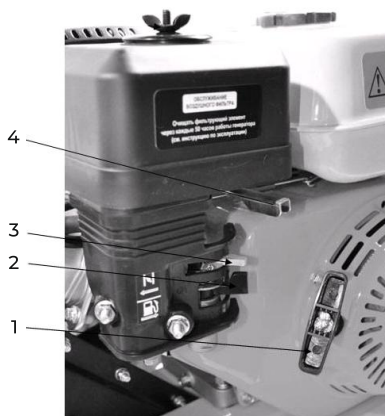

Рис. 8
- Установите рычаг привода дросселя (поз. 4, рис. 8) в положение «Заяц».
- Откройте топливный кран (поз. 2, рис. 8), переведите рычаг в положение «Открыто» (OPEN).
- Установите рычаг привода воздушной заслонки (поз. 3, рис. 8), в положение «ЗАКРЫТО» (CLOSE).
- Возьмите в руки пусковую рукоятку (поз. 1, рис. 8). Крепко удерживая ее в руках, плавно потяните шнур стартера, пока барабан стартера не войдет в зацепление с собачками храпового механизма. Только после этого сделайте плавный, резкий, но не длинный рывок. При этом шнур вытягивается примерно на 2/3 своей длины.
- Установите рычаг управления дросселем (поз. 4, рис. 8) в положение «Черепаша».
- Сдвиньте топливный кран (поз. 2 рис. 8), переведите рычаг в положение «Закрывать».